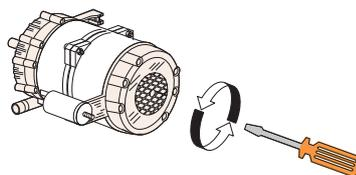

Fig. 25
1. Contrôler la roue de la pompe de rinçage. La roue est bloquée: tourner l'arbre moteur à l'aide d'un tournevis (voir Fig. 25).